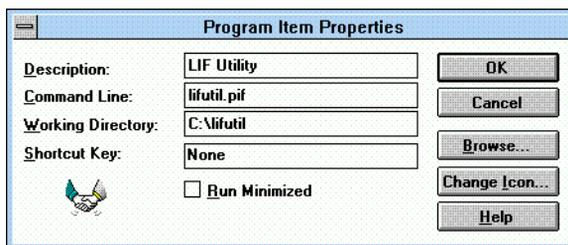

Figure 24 Préparation de l'icône du Gestionnaire de programmes pour l'utilitaire LIF
- 3 Après avoir enregistré le Program Information File (PIF) pour l'utilitaire LIF, ajoutez-le sous la forme d'icône dans votre groupe ChemStation pour en faire le groupe actif, passez à l'écran Gestionnaires de programmes de Windows, sélectionnez File, New, Program Item (Fichier, Nouveau, Programme). Remplissez l'écran conformément à la Figure 24.